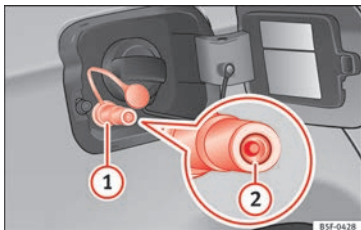

Fig. 246 Trappe à carburant ouverte : goulot de remplissage de gaz ①, serrure du goulot de remplissage ②.
- Enlevez le bouchon du goulot de remplissage de gaz » fig. 246 ①.